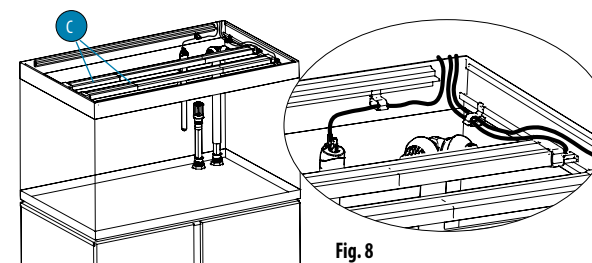

Fig. 8
1. Coloca con cuidado la tira de luz LED (C) sobre el corredor del marco superior en su posición final.
2. Saque los cables de la hilera de LED fuera del tanque (Fig. 8).